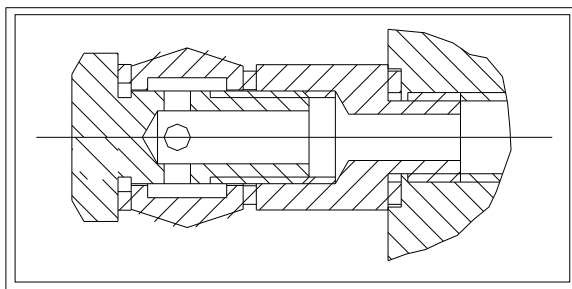

рис. 33
- ◆ Підключити гідравлічний блок до контуру за допомогою гнучкого шлангу (рис. 33).
Виробник поставляє підйомник з системою електроживлення на 400В в трифазному виконанні. Якщо мережа має інші характеристики, слід змінити підключення трансформатора і електродвигуна (рис.33). Необхідно замінити термореле, замовивши його у виробника або постачальника.